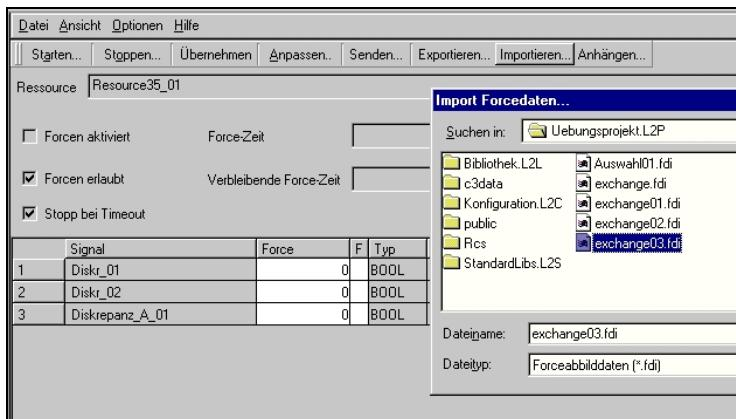

Abb. 156: Signalauswahl laden (importieren)
- Vor dem Verlassen des Force-Editors die gespeicherte Situation mit **Importieren** wieder laden und an die Steuerung senden. (Abb. 156, S.144)